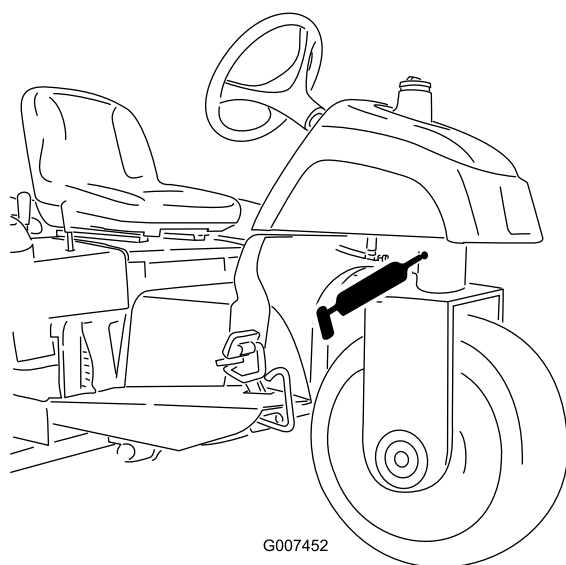

図 25
- ・ ステアリング・ピボット（図 25）
注 ステアリング・ピボットの注入部（図 25）は面一フィッティングなので、グリスガン用ノズル・アダプタが必要です。パーツ番号は P/N 107-1998；ご注文は Toro 代理店へ。